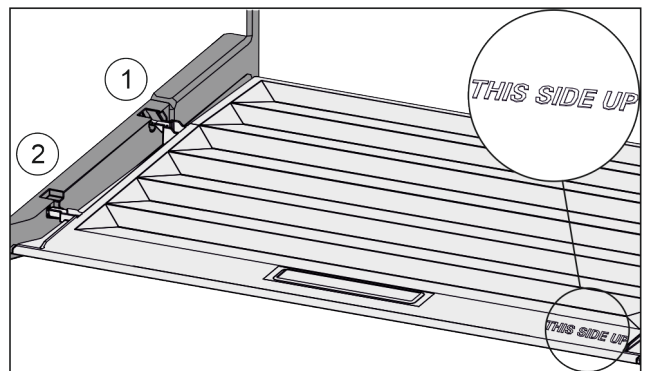

Fig. 44
- ▶ Výstupky veka zavedte cez otvor zadného držiaka Fig. 44 (1) a zaistite vpredu v držiaku Fig. 44 (2).